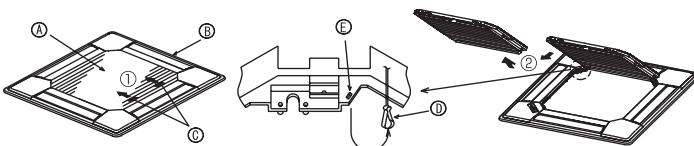

Fig. 5-3
5.2.1. Verwijderen van de gril van de inlaatopening (Fig. 5-3)
- Schuif de hendels in de richting die wordt aangegeven door de pijl ① om de gril van de inlaatopening te openen.
- Verwijder nu het scharnier van de gril van de inlaatopening zoals aangegeven door de pijl ②, terwijl de gril in de geopende positie staat.
[Fig.5-3, 5-4]